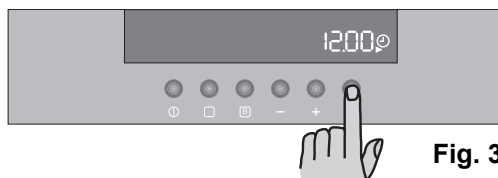

Fig. 3
a) Appuyez sur la touche  et, pendant que le symbole ► clignote (Fig. 3), réglez l'heure à l'aide des touches "—" ou "+" (Fig. 4). Le symbole ► disparaîtra après 5 secondes environ à partir du dernier réglage de l'heure (Fig. 5).